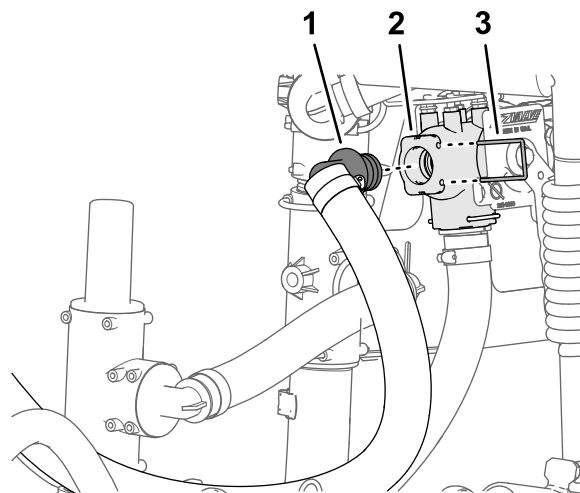

Figura 32
3. Montate il raccordo dentellato a 90° del flessibile di alimentazione del nebulizzatore nel foro aperto della valvola di intercettazione del nebulizzatore (Figura 32).
4. Fissate il raccordo dentellato alla valvola di intercettazione con un fermo (Figura 32).